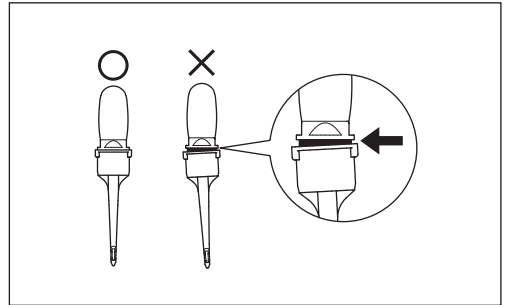

Fig. 29
- Assicurarsi di inserire il beccuccio in modo saldo e sicuro (Fig. 29). Se viene inserito in modo non corretto, può fuoriuscire causando una possibile ingestione accidentale da parte del paziente.